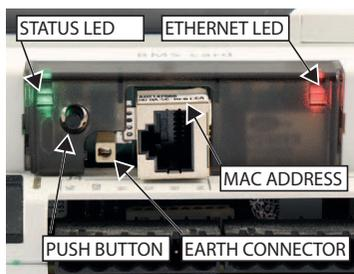

FIG. 5
- SERIAL CARD REMOVAL (Fig. 5).
- RIMOZIONE SCHEDA (Fig. 5).
The Status LED shows the status of communication with the controller, as well as the status of the board (Fig. 5).
Il LED Status riassume lo stato della comunicazione con il controllore e mostra anche alcuni stati della scheda (Fig. 5).